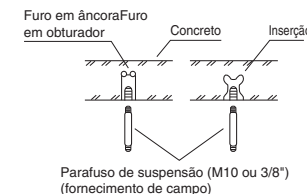

Fig. 3-17
- (1) Siga o diagrama para fazer os furos no tecto.
- (2) Dependendo do tipo de tecto:
- Insira os parafusos de suspensão como mostrado na Fig. 3-17.